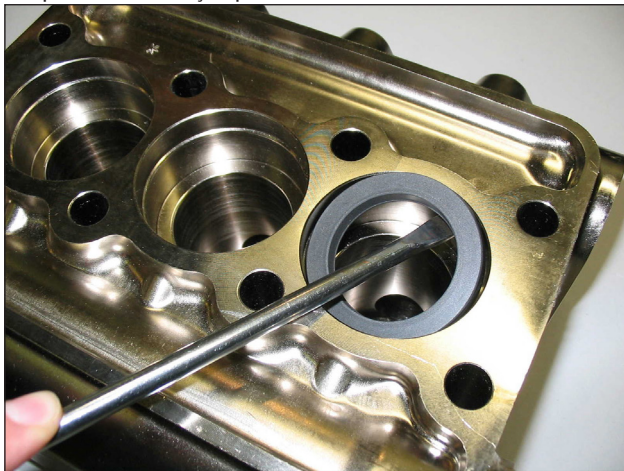

Fig. 21
C) Extraia os vedantes de alta pressão do cabeçote e aqueles de baixa pressão do respectivo suporte, usando ferramentas simples, conforme indicado na Fig. 21, pos. ⑤, prestando atenção para não causar danos às suas bases.